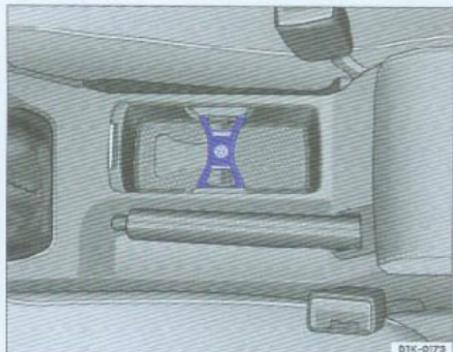

图65 饮料杯架
- 放入饮料瓶，并用开瓶器向前或向后推，直至牢固固定饮料瓶为止→图65。